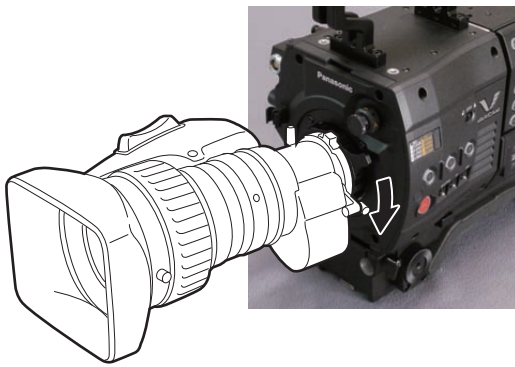

図 3
- 3 レンズ固定レバーを下げて、レンズをしっかりと固定する。(図 3)